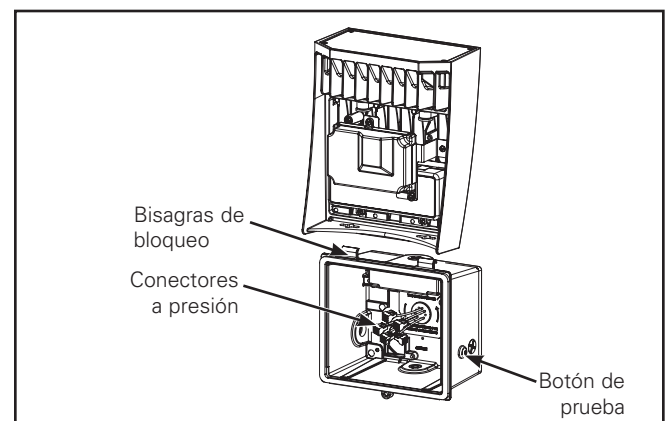

Figura 4.
2. Fije la puerta en las bisagras de bloqueo ubicadas en la parte superior de la caja trasera (Figura 4).